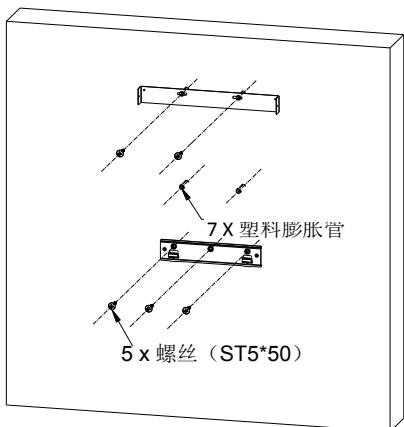

图 4
- 在墙壁上固定安装板和烟囱延伸安装板，安装烟囱安装板的塑料膨胀管。参见图 4。